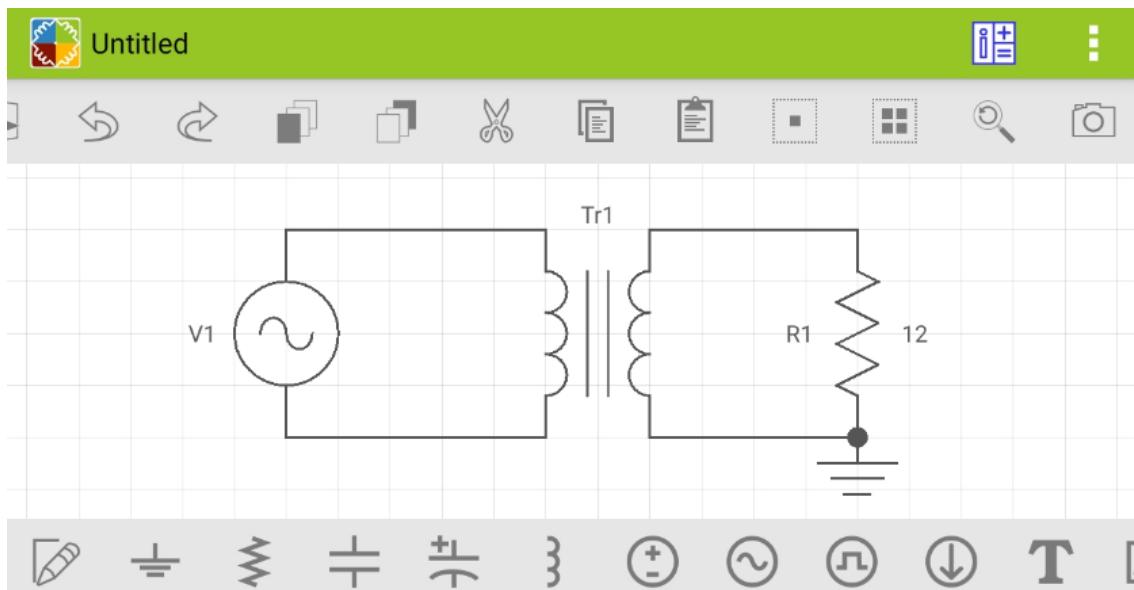

Figura 2.14
2.13 – Após a configuração e a conexão dos componentes, é preciso aterrar o circuito. Para isso, basta tocar em GROUND no canto inferior da tela e inseri-lo no circuito (**Figura 2.14**). Vale salientar que todos os circuitos simulados obrigatoriamente devem ter o GROUND conectado.